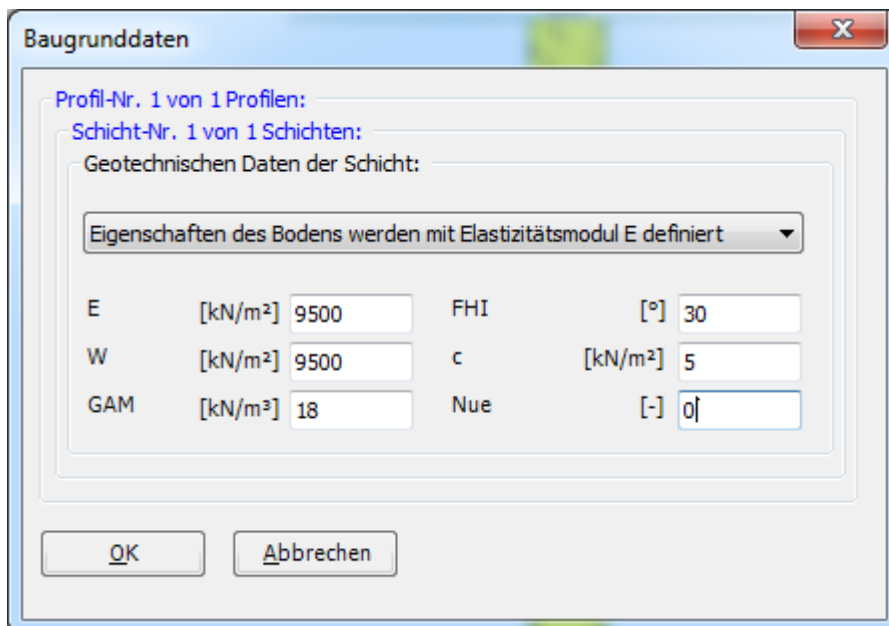

Bild 3.13 Dialoggruppenfeld "Geotechnischen Daten der Schicht"
- Doppelklicken Sie auf geotechnische Daten der Schicht. Das entsprechende Dialogfeld (Bild 3.13) erscheint, um die geotechnischen Daten der Schicht zu modifizieren
- Im Dialoggruppenfeld "Geotechnischen Daten der Schicht" im Bild 3.13 definieren Sie die geotechnischen Daten der Bodenschicht wie folgt: